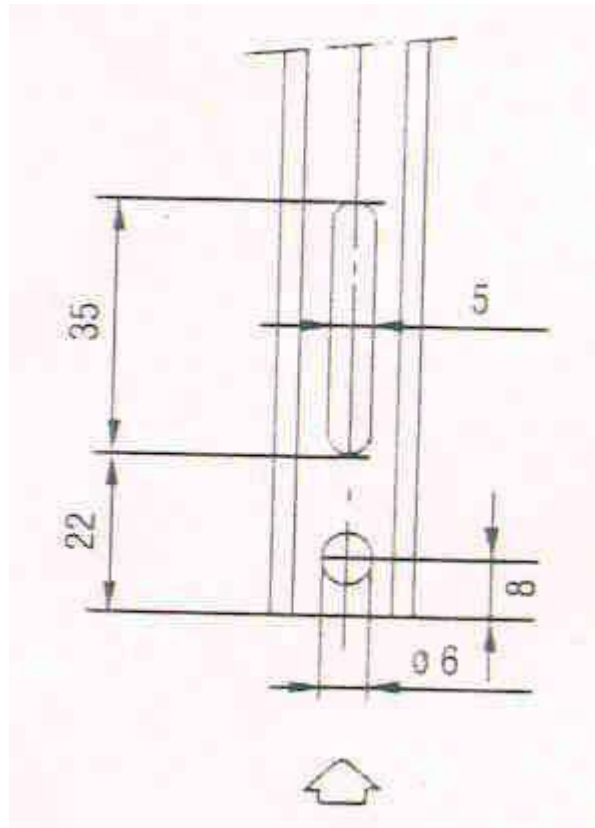

Рис.8
- 1)Проделать отверстия и прорези в тягах, как показано на рис.8